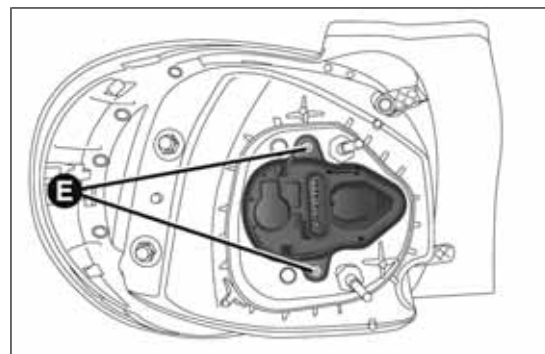

fig. 186
- ☐ desconectar el conector eléctrico, aflojar los tornillos de fijación E fig. 186 y extraer el grupo portalámparas;